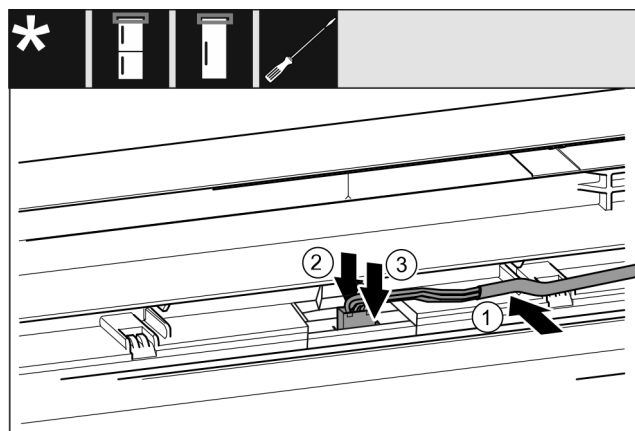

Fig. 58 Hladnjaci-zamrzivači / zamrzivači / hladnjaci
- ▶ Umetnite kabel Fig. 58 (1) u vodilicu u gornja vrata.
- ▶ Pritisnite jezičac Fig. 58 (2) prema natrag.
- ▶ Pustite da se utikač Fig. 58 (3) uglavi.